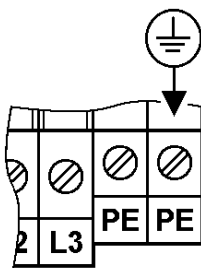

Fig. 21: Puesta a tierra adicional
- Dada la intensidad de la corriente de derivación, según EN 50 178 se ha de conectar una puesta a tierra adicional y reforzada (Fig. 21).